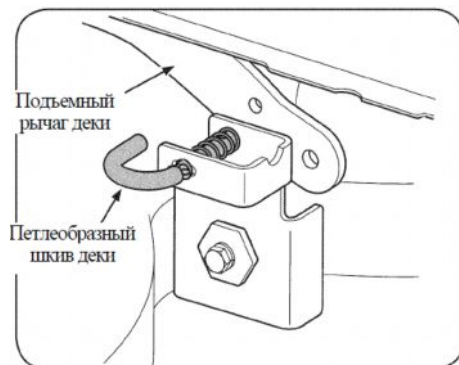

Рис. 12
6. Потяните штифт наружу для высвобождения деки с подъемного рычага. См. Рис. 12.
- b. Подсоедините подъемные рычаги деки. См. Рис. 12.